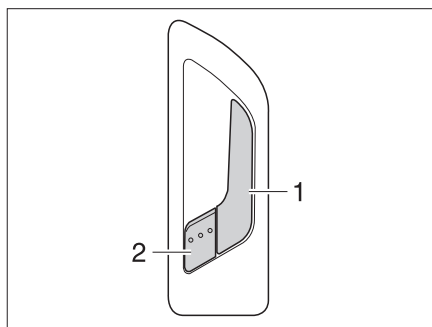

Fig. 47 Serratura della porta di ingresso, lato interno
- Tirare la maniglia (Fig. 47,1). La serratura della porta si sblocca. La leva di sicurezza (Fig. 47,2) scatta automaticamente all'infuori.
- Premere la leva di sicurezza (Fig. 47,2).